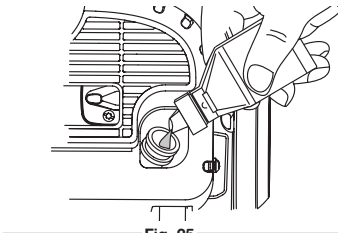

Fig. 25
- Remplissez le carter avec 60 ml (2,03 oz) d'huile SAE 30 SJ (Fig. 25).